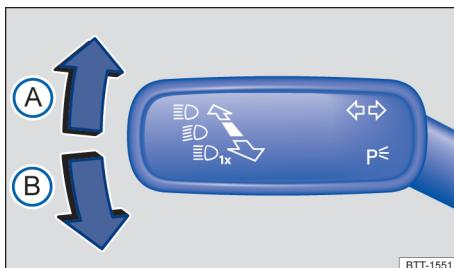

图 65 转向柱左侧：转向信号灯/前照灯远光操纵杆
- 将转向信号灯/前照灯远光操纵杆 → 图 65 从中间位置拨至以下位置：
- (A)** 打开右侧转向信号灯 ➡。